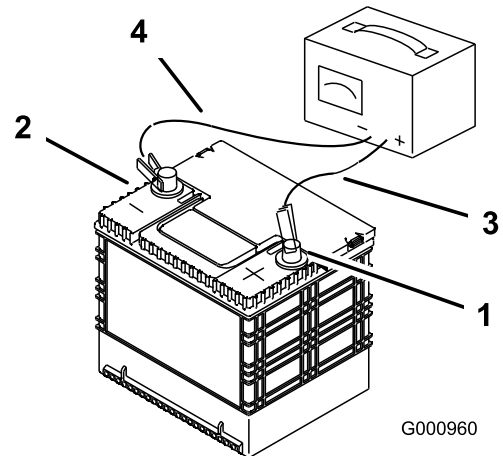

Figura 44
2. Quando a bateria estiver totalmente carregada, desligue o carregador da tomada elétrica e em seguida desligue os cabos do carregador dos bornes da bateria (Figura 44).